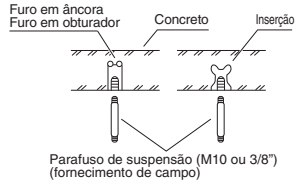

Fig. 3-3
- Insira os parafusos de suspensão como mostrado na Fig. 3-3, ou
- (2) Aparafuse os parafusos de suspensão deixando-os protuberantes desde o tecto como mostrado na Fig. 3-3. (Corte o material de tecto, se for necessário.)